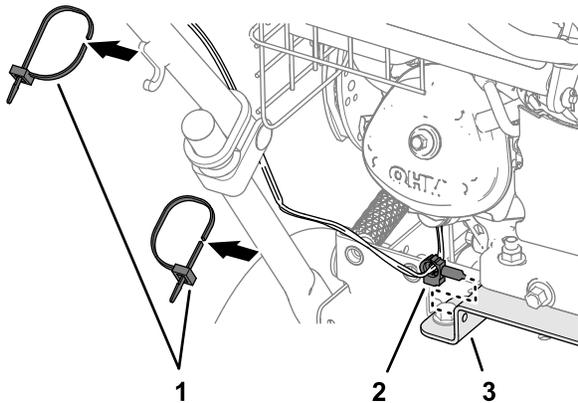

Bild 14
1. Entfernen Sie den Kabelbaum-Steckclip, mit welchem der Kabelbaum an der Federhalterung befestigt ist (Bild 14).
2. Entfernen Sie die 2 Kabelbinder, mit welchen der Kabelbaum am unteren Führungsholmrohr befestigt ist (Bild 14).